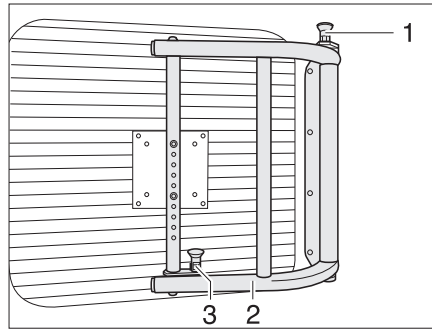

Fig. 65 Bras pivotant pour écran plat
- Tirer les boutons de déverrouillage (Fig. 65,1 et 3) vers le haut pour déverrouiller le bras pivotant.
- Faire pivoter l'écran plat et son support (Fig. 65,2) dans la position souhaitée.